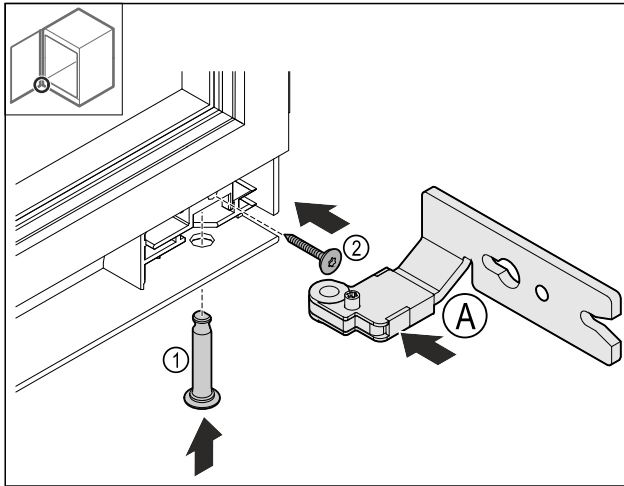

Fig. 23
- ▶ Τοποθετήστε τον κάτω μεντεσέ Fig. 23 (A).
- ▶ Τοποθετήστε και συγκρατήστε τον πείρο Fig. 23 (1).
- ▶ Σφίξτε τη βίδα Fig. 23 (2).